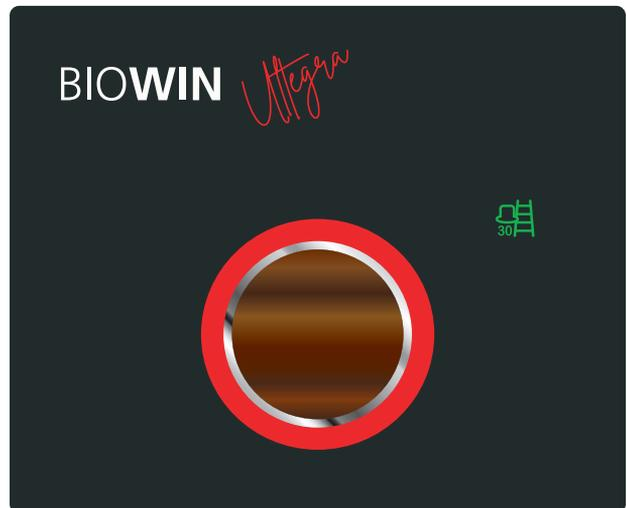

Fig. 23 Mit der Messung erst beginnen, wenn Symbol und Farbring nicht mehr blinken
**Hinweis:** Mit der Messung erst beginnen, wenn das Symbol Kaminkehrer 30 %  und der Farbring nicht mehr blinken und dauernd leuchten – Fig. 23.